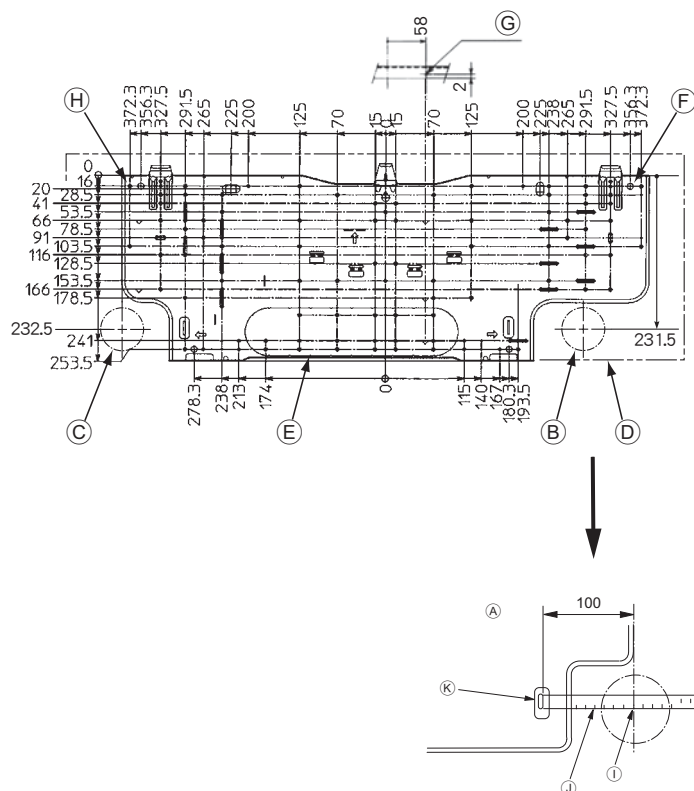
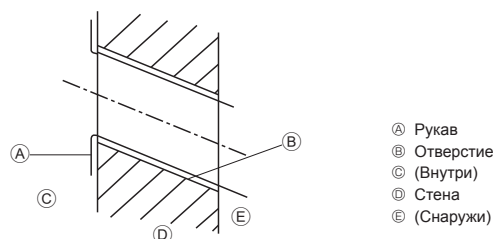

Рис. 3-2
Рис. 3-3
■ PKFY-P-VHM-E (Рис. 3-2)
- А Монтажная плита ①
- ① Центр отверстия
- ② Совместить линейку с линией.
3.2.2. Сверление отверстия для труб (Рис. 3-3)